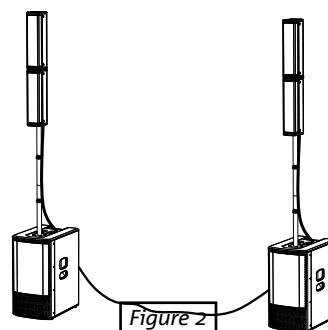

Figure 2
**En configuration DOUBLE COLONNE STÉRÉO (figure 2), chaque ES1203 simple est identifié comme le Maître ou l'Esclave droit ou gauche. Noter qu'il doit exister un Maître et un Esclave. Par Maître, on désigne le système ES 1203 où les entrées seront connectées et via lesquelles se feront tous les réglages qui seront ensuite appliqués au système Esclave. Les réglages seront donc désactivés sur le système Esclave.**